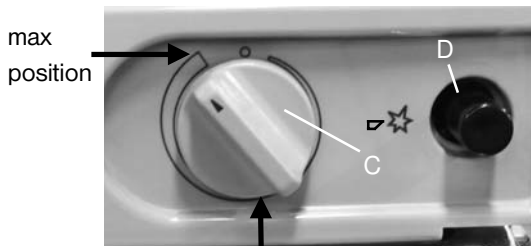
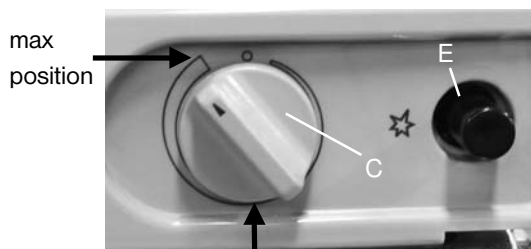

Figura 6
Figura 7
9. Allacciamento gas (figura 6, 7)
La figura 6 mostra un tronchetto per l'allacciamento al gas per mezzo di un tubo di gomma e di una pinza per tubi di gomma flessibili adatta a questo scopo. Questo tipo di allacciamento non è permesso in Germania ma in altri paesi con per es. Benelux, Francia, Svizzera, Italia, Spagna, Svezia, Norvegia ecc. Devono comunque essere osservate in ogni caso le rispettive norme locali che esistono a questo proposito!
L'apparecchio è provvisto di un termostato gas/corrente (C), un LED di controllo per la sicurezza, un accenditore di gas, un impianto di gas piezo (Figura 6) (D) o accensione elettronica (figura 7) (E), e un galvanometro (B).